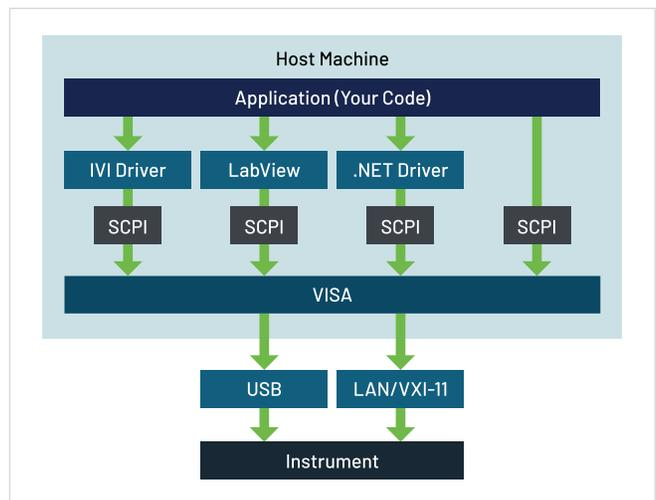

图 1. 编程接口 (PI) 堆栈显示了主机控制器和仪器之间的信息流。
编程接口 (PI) 是两个计算系统之间的一个或一组边界，可通过编程执行特定行为。对于我们而言，它是运行泰克每台测试设备的计算机与最终用户编写的应用程序之间的桥梁。更进一步说，它是一组可远程发送到仪器的命令，然后仪器处理这些命令并执行相应的任务。PI 堆栈 (图 1) 显示了从主机控制器到仪器的信息流。最终用户编写的应用代码定义了目标仪器的行为。这通常使用业界流行的开发平台之一来编写，如 Python、MATLAB、LabVIEW 和 C++、或 C#。该应用程序将使用可编程仪器标准命令 (SCPI) 格式发送数据，这是大多数测试和测量设备都支持的标准。SCPI 命令通常通过虚拟仪器软件架构 (VISA) 层发送，VISA 层通过在通信协议中加入额外的鲁棒性 (如错误检查) 来促进数据传输。在某些情况下，应用程序可能会调用驱动程序，然后向 VISA 层发送一条或多条 SCPI 命令。